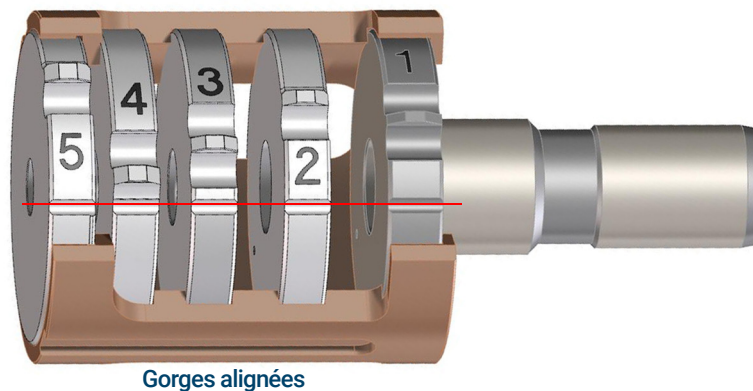

Figure 57. Ensemble lentilles de source EI HES assemblé
- 1 Monter les cinq lentilles à l'intérieur de l'isolant de lentille. (Voir **Figure 57**.)